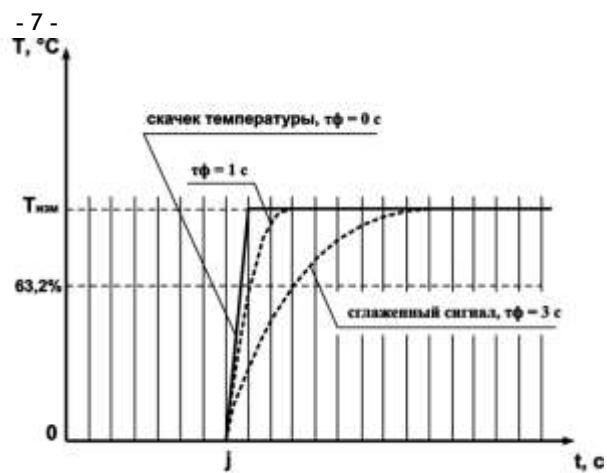

Рисунок 3.6
3.2.4.2 Цифровой фильтр устраняет шумовые составляющие сигнала, осуществляя его экспоненциальное сглаживание. Основной характеристикой экспоненциального фильтра является  $tф$  – постоянная времени цифрового фильтра, параметр  $Ft1$  ( $Ft2, Ft3, Ft4$ ) – интервал, в течение которого температура достигает **63,2%** измеренного значения  $T_{изм}$  (рисунок 3.6).